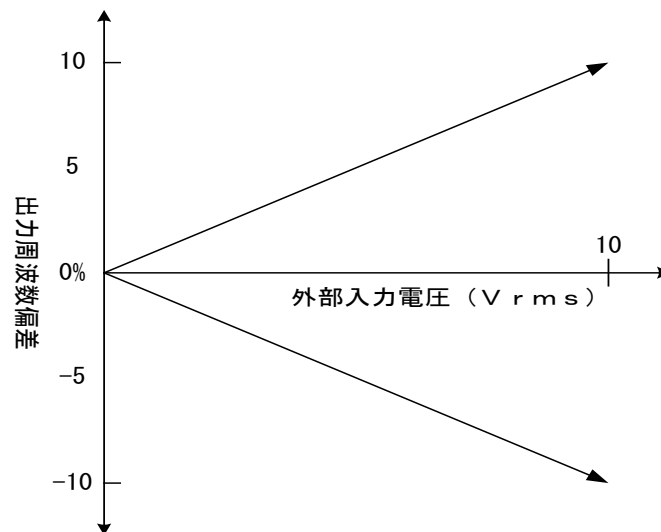

図5-3. EXT SYNC
- (2) 電源を入れ、各スイッチを目的の位置にセットします。
- (3) 目的の周波数レンジに⑤周波数レンジ設定ボタンをセットし、⑦周波数ダイヤルを以下のように合わせます。例えば、⑤周波数レンジ設定ボタンを×100にセットし、⑦周波数ダイヤルを50にセットすると、出力周波数は5kHz（ $100 \times 50 = 5000 = 5k$ ）となります。
- (4) ④出力波形選択ボタンで正弦波、方形波のいずれかを選択します。ボタンがオフ（押し込まれていない状態）で正弦波、オン（押し込まれた状態）で方形波が選択されます。
- (5) 出力の振幅を変えるには、⑥出力レベル調整つまみと②減衰器で設定してください。設定例として振幅をセットする手順を以下に示します。
- a. ③OUTPUT端子に電圧計を接続します。②減衰器を0dBにセットして、電圧計の表示が1Vrmsになるように⑥出力レベル調整つまみを回します。
- b. ②減衰器を-10dBにセットすると、振幅は316mVrmsになります。
- c. ②減衰器を-20dBにセットすると、振幅は100mVrmsになります。
- d. ②減衰器を-30dBにセットすると、振幅は31.6mVrmsになります。
- e. ②減衰器を-40dBにセットすると、振幅は10mVrmsになります。
- f. ②減衰器を-50dBにセットすると、振幅は3.16mVrmsになります。
- (6) ⑧外部同期入力端子に正弦波（外部入力信号）を入力すると、外部入力信号と同期した周波数の信号が③OUTPUT端子から出力されます。同期する範囲は外部入力信号の振幅に比例して図5-3. に示されるように、1Vrmsの入力電圧につき±1%です。